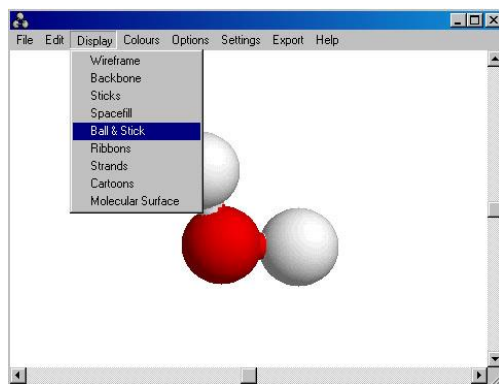

Рис. 4. Отображение структуры в виде атомов и связей между ними (Ball & Stick)
3.4 В главном окне программы должна появиться структура молекулы воды (H_2O). Выберите режим отображения Ball & Stick. Для этого кликните левой кнопкой мыши на пункт меню «Display», затем в ниспадающем меню выберите пункт «Ball & Stick». (см. рис. 4).